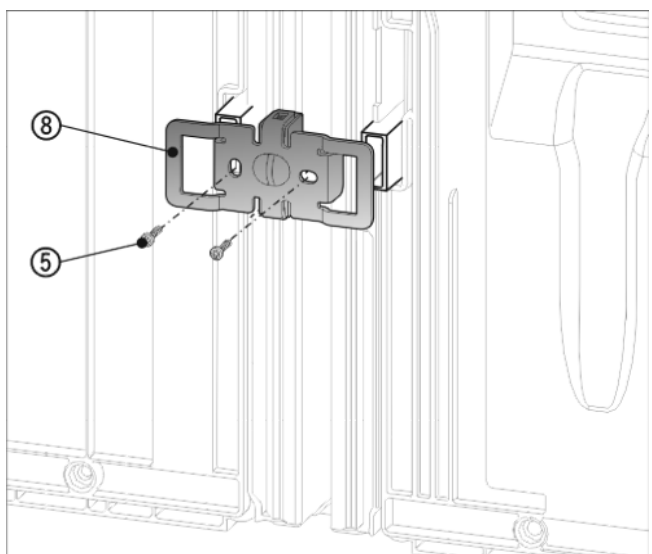

Fig. 12
- ▶ Úhelník Fig. 12 (8) znovu zasuňte vybráním přes úchyt pro vyme-zovač odstupů od stěny.
- ▶ Přišroubujte pomocí 2 šroubů Fig. 12 (5).